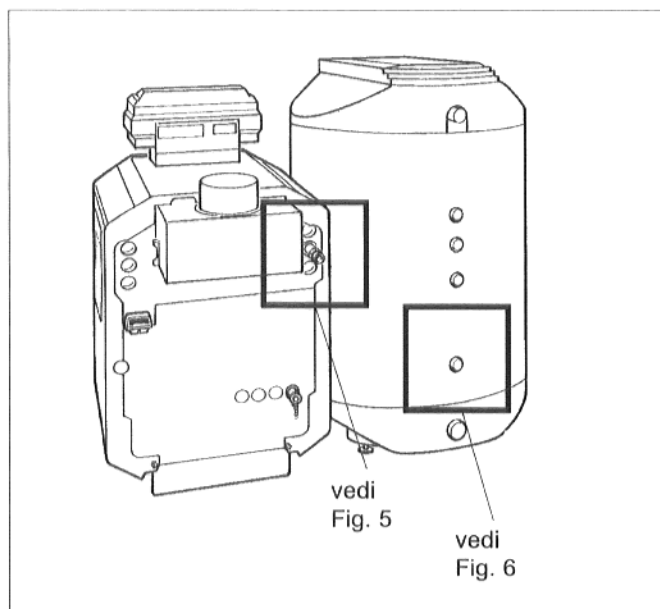

Fig. 4: vista posteriore prima del montaggio
- Applicare l'anello torico nella scanalatura del nipplo doppio ed avvitare il nipplo doppio nel ritorno accumulatore alla caldaia (Fig. 4 e 5).
- Applicare la guarnizione piatta nel dado a risvolto di uno dei raccordi a gomito ed avvitare il raccordo a gomito al nipplo doppio (Fig. 4 e 5).
- Applicare la guarnizione piatta nel dado a risvolto del tubo metallico per il ritorno (tubo più corto), preformare il tubo metallico ondulado ed avvitarlo al raccordo a gomito (Fig. 4 e 5).
- Applicare la guarnizione piatta nel dado a risvolto del secondo raccordo a gomito ed avvitare forte il raccordo a gomito al ritorno accumulatore (Fig. 4 e 6).
- Applicare la guarnizione piatta nel secondo dado a risvolto del tubo metallico ondulado ed avvitare forte il tubo metallico ondulado al raccordo a gomito (Fig. 4 e 6).